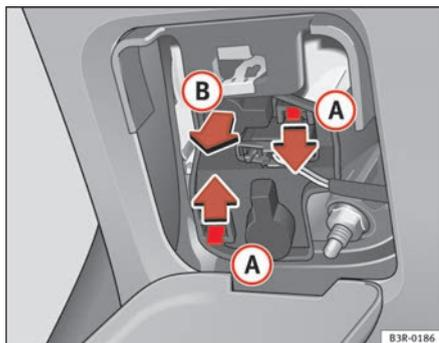

Abb. 216 Lampenträger ausbauen
- Drücken Sie auf die Laschen **A** ⇒ Abb. 216 in Pfeilrichtung und nehmen Sie den Lampenträger gemäß dem Pfeil **B** heraus.